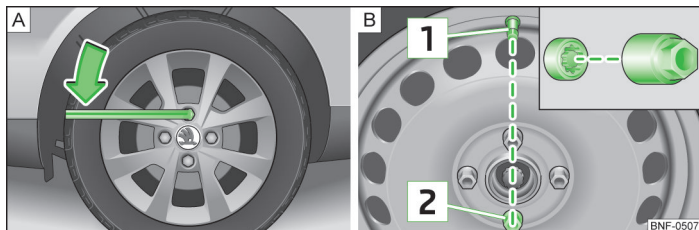

Fig. 116 Hjulskift: Sådan løsnes hjulboltene. / Låseboltens placering
- » Fig. 116 – [A].
På et hjul med hjulkapsel skal **låsebolten** være skruet i på position **[2]** » Fig. 116 over for ventilen **[1]**. Ellers kan hjulkapslen ikke monteres.